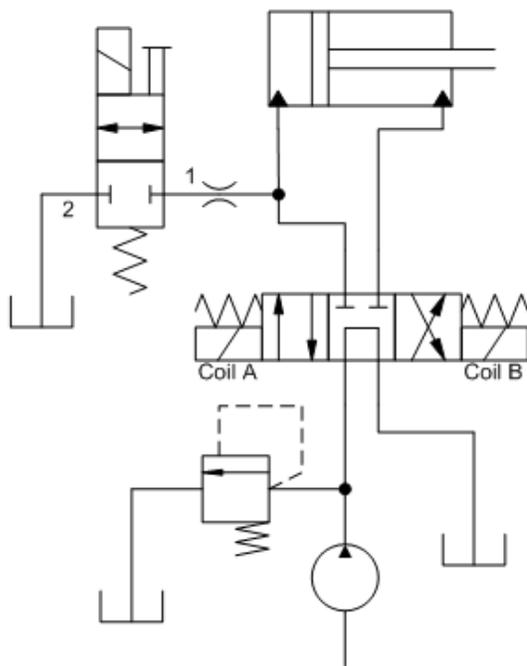

图 7.
- 图7描述了DLDA可用于油缸泄压。(节流口位置, 位于该阀的流量方向的上游, 这样可以防止阀产生饱和)